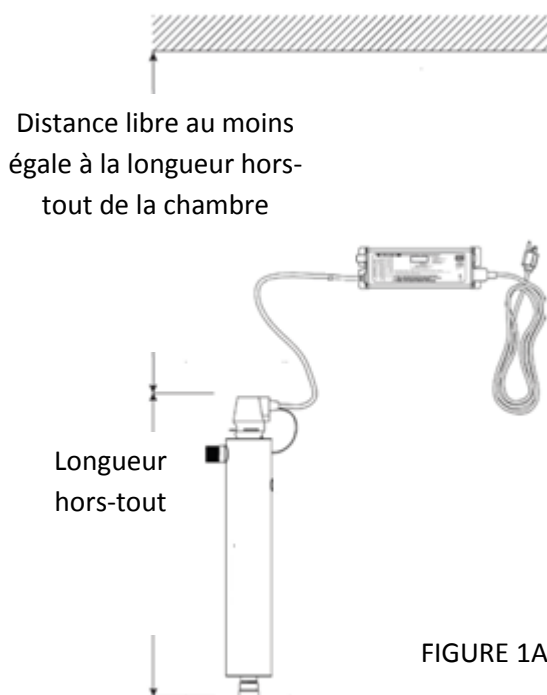
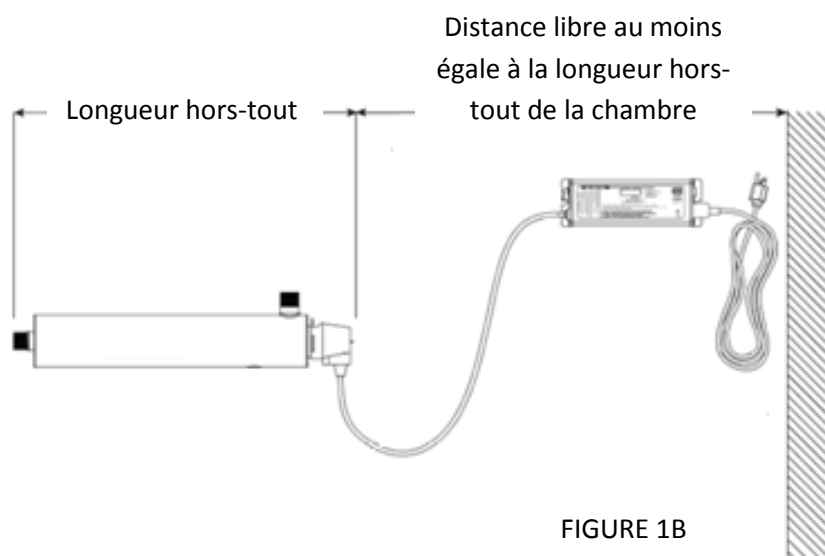

FIGURE 1A
FIGURE 1B
L'appareil devra être monté de manière à avoir suffisamment d'espace pour les opérations d'entretien ou de maintenance (remplacement de la lampe, démontage du tube quartz etc.). Respecter les schémas ci-dessous (figure 1A et 1B).
- Choisir un emplacement approprié pour l'installation du système de désinfection et des composants connexes. Le système peut être installé verticalement (l'orifice d'entrée d'eau en bas – Figure 1A) ou horizontalement (Figure 1B); cependant, il est préférable de l'installer verticalement. Lors du choix de l'emplacement d'installation, veiller à laisser un espace libre suffisant pour les opérations de remplacement de la lampe UV et/ou du manchon de quartz (typiquement, on laisse un espace correspondant à la taille du réacteur lui-même).